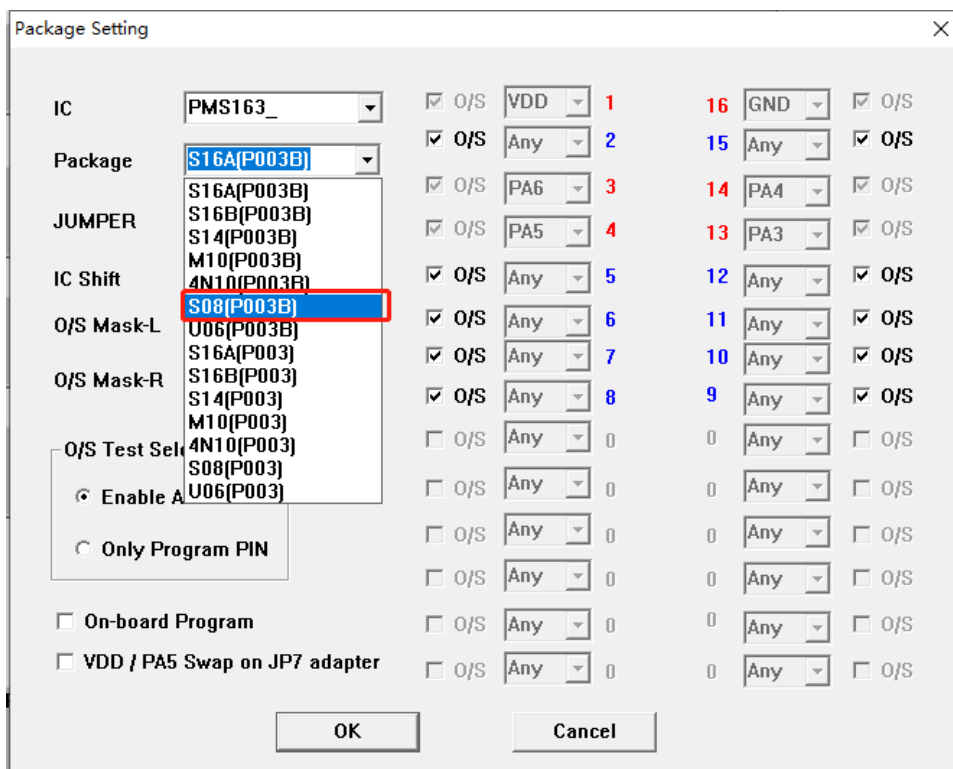

图 28: PMS163-S08 在 P003B 转档配置
1. 使用 5S-P-003B 烧录 PMS163 时，只有 S16A 和 S14 封装是烧录器背面 jumper 插 JP2 位置，正面烧录插座往下空移 4 格，即可烧录。而其他封装都需要转档，使用 Jumper7 跳线。接下来以 PMS163-S08 的烧录为例，其他封装需对应修改“package setting”界面和 Jumper7 跳线方法即可。封装设置如图 28 所示：